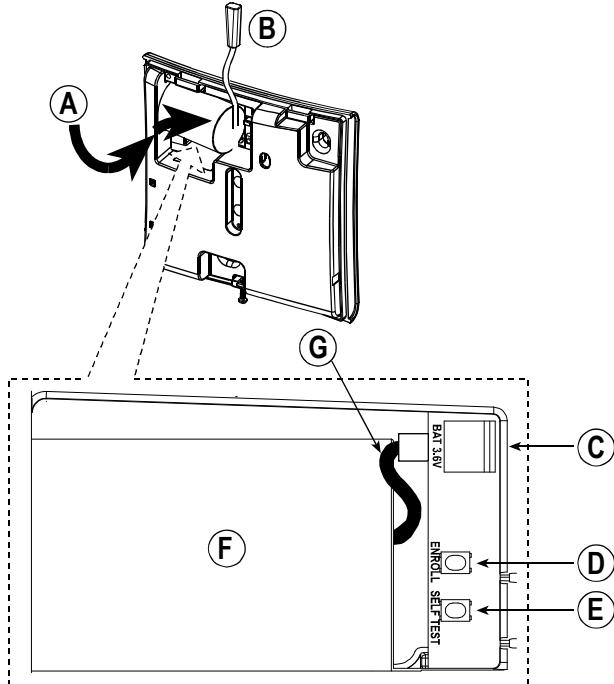

Рисунок 3: Установка батареики
A. Нажмите и отпустите кнопку ТЕСТ (см. Рис. 3); по очереди должны произойти следующие события: